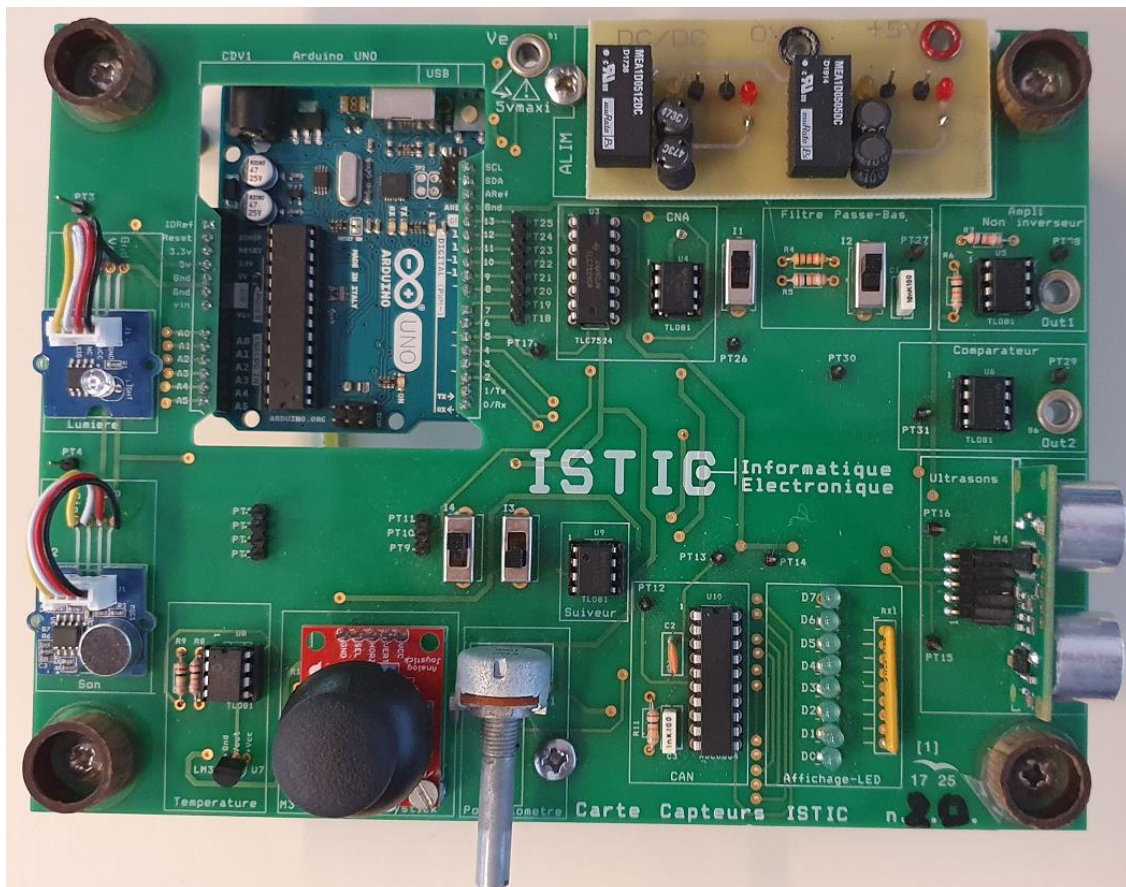

Figure 7 : Photo de la carte
La carte capteur (figures 7 et 9) est disponible sur chaque table et sera utilisée pour réaliser différentes mesures. Elle est composée de tous les éléments et composants décrits précédemment.
- Pour visualiser/mesurer une tension disponible sur un point de test de la carte, vous devez utiliser un câble de type grippe fil. La fiche banane de ce câble est connectée à l'appareil de mesure (par exemple l'oscilloscope) et l'autre extrémité correspondant au grippe-fil (petite pince à actionner manuellement) doit être connectée au point de test (par exemple PT17 de la carte de prototypage, voir figure 7)